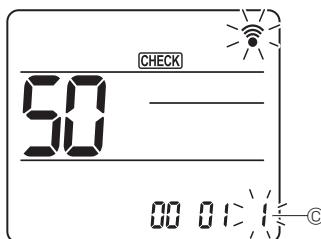

Fig. 6-21
- ④ Sélection du numéro de réglage
Utilisez la touche **▼** pour changer le numéro de réglage ⑥. (Fig. 6-21)